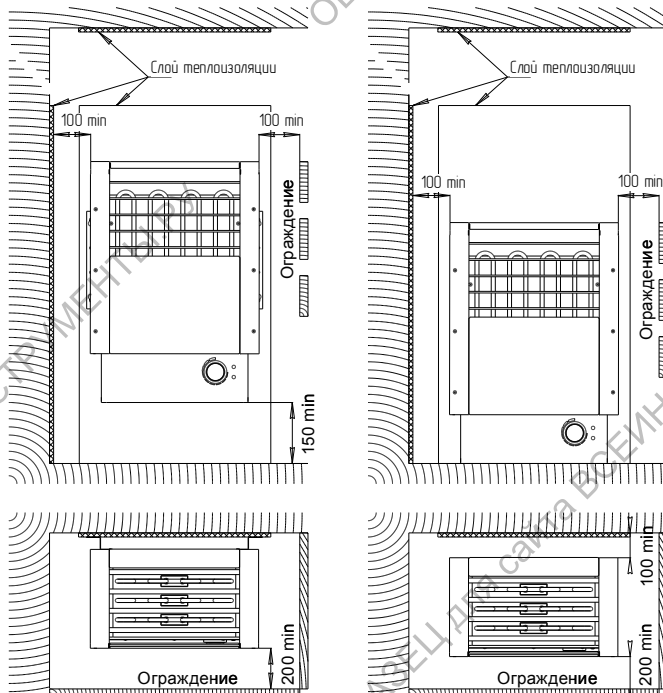
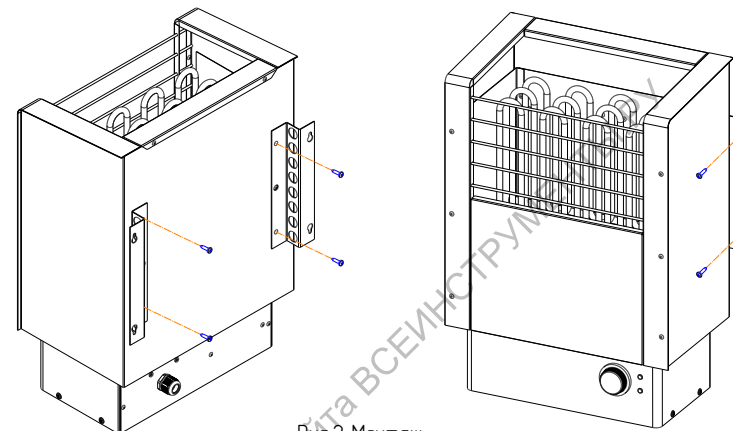

Рис.1 Схема установки
Рис.2 Монтаж
6.1. **ВЫБОР МОЩНОСТИ** каменки необходимо производить с учетом размеров сауны (п.п.2.6), помещения парилки (п.п.6.2.), а также расстояния от каменки до стен, потолка, пола в соответствии с размерами указанными на рис.1 «Схема установки». Каменка со слишком большой мощностью нагреет сауну слишком быстро, камни не успеют хорошо прогреться и вода, политая на камни, вместо того, чтобы превратиться в пар, просто стечет. С другой стороны, при недостаточной мощности каменки, процесс нагрева сауны будет нежелательно долгим, что сокращает срок службы нагревательных элементов.
6.4. **УСТАНОВКА КАМЕНКИ** производится согласно рис.1 «Схема установки» и рис.2 «Монтаж». При напольном расположении, каменка устанавливается на теплостойкий фундамент и выставляется по высоте с помощью регулируемых по высоте ножек. При настенном расположении, каменка устанавливается на стену при помощи кронштейнов на заранее подготовленное прочное теплостойкое основание (Рис.2).
Около каменки стены и пол сауны должны иметь огнезащитную панель из листового металла с теплоизоляцией из листового асбеста или минваты. Установку защитной решетки вокруг каменки следует производить на расстоянии указанном на рис.1 «Схема установки».